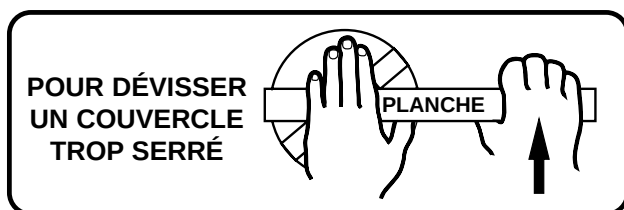

Figure 5 - Utiliser un levier ou une planche comme il est illustré ci-dessus pour déposer un couvercle trop serré.
Si la pompe n'est pas branchée sur un système à aspiration noyée, dévisser le couvercle du filtre collecteur et le déposer (se reporter à la Figure 5); remplir d'eau le filtre collecteur et le corps de la pompe.
2. Déposer le couvercle du filtre collecteur de la pompe et, avec de l'air basse pression, chasser l'eau accumulée dans les tuyaux. Utiliser un levier ou une planche pour déposer le couvercle du filtre collecteur s'il a été trop serré et s'il n'est pas possible de le déposer à la main. Des pattes ont été prévues sur le couvercle du filtre collecteur pour pouvoir utiliser un levier ou une barre afin de le desserrer (se reporter à la Figure 5). *Ne pas utiliser d'air haute pression pour purger le système.*